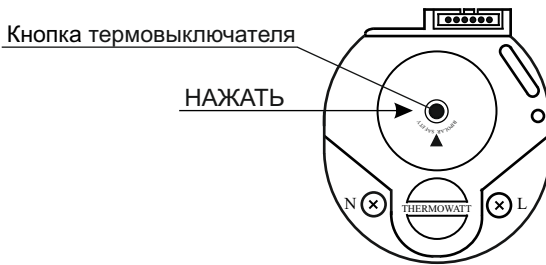

Рисунок 1 - Лицевая панель терморегулятора контроллера
- ЭВН снабжен устройством электронного управления (далее по тексту - контроллер), который обеспечивает настройку температуры нагрева воды в баке и ее поддержание в процессе работы ЭВН. Кроме этого контроллер обеспечивает защиту ЭВН от поломок, в том числе от перегрева воды: он отключает прибор от сети электропитания до момента достижения водой температуры кипения (сработает встроенный в контроллер термовыключатель, см. рисунок 1). Так же, контроллер выполняет дополнительные сервисные функции:
- Для того, чтобы вернуть ЭВН в рабочее состояние необходимо: вынуть вилку из розетки, снять нижнюю крышку ЭВН и на лицевой панели терморегулятора (см. рисунок 1) с усилием нажать до щелчка кнопку термовыключателя твердым стержнем диаметром примерно 3 мм с тупым концом. В случае, если кнопка термовыключателя не нажимается и нет щелчка, подождите пока остынет вода в баке и вновь нажмите на кнопку. Установите нижнюю крышку ЭВН на место.